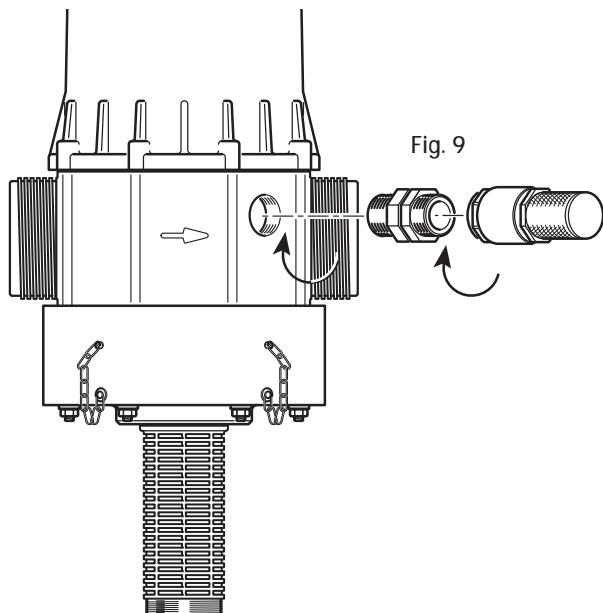

Fig. 9
- Ristabilisce automaticamente la pressione atmosferica nell'impianto in caso di depressione accidentale (Fig. 9).